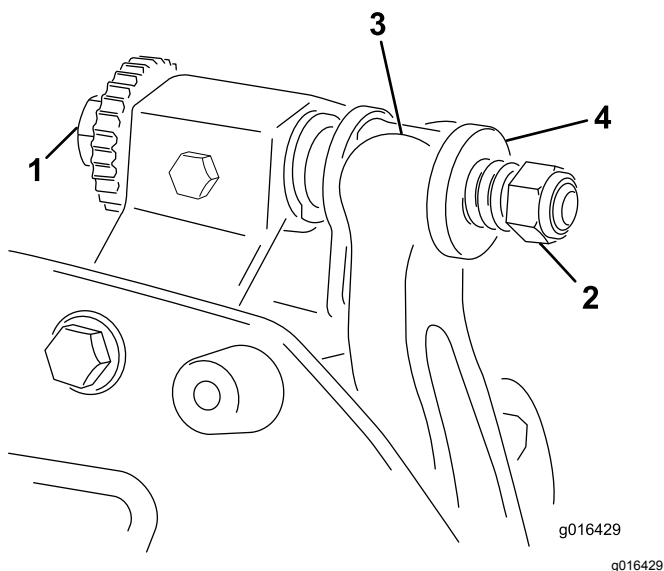

Figura 20
1. Gire el tornillo de ajuste de la barra de asiento en el sentido contrario a las agujas del reloj para alejar la contracuchilla del molinete (Figura 20).
2. Afloje la tuerca de tensado del muelle hasta que el muelle deje de presionar la arandela contra la barra de asiento (Figura 20).
1. Instale la barra de asiento, colocando las pestañas de montaje entre las arandelas y el tornillo de ajuste de la barra de asiento (Figura 20).